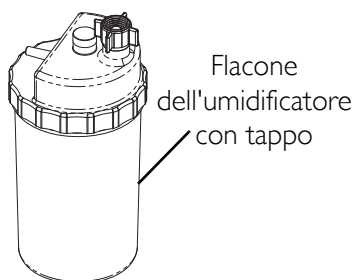
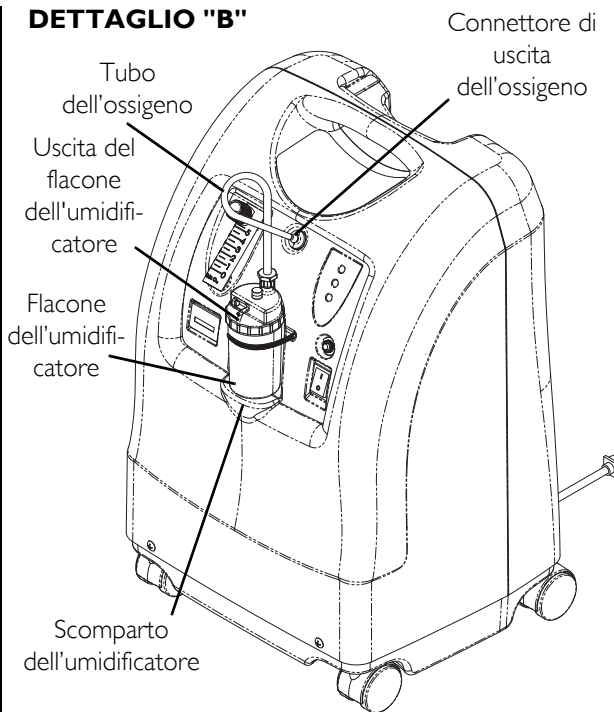

FIGURA 7.1 Riempimento dell'umidificatore
FIGURA 7.3 Scomparto dell'umidificatore
NOTA: Per questa procedura, fare riferimento a FIGURA 7.1 e FIGURA 7.2 a pagina 82 e a FIGURA 7.3 a pagina 83.
6. Applicare l'adattatore del flacone dell'umidificatore al flacone stesso ruotando in senso antiorario su di esso il dado ad alette fino a fissarlo saldamente. Vedere il Dettaglio "A" nella FIGURA 7.3.
7. Collocare il gruppo flacone dell'umidificatore/adattatore nello scomparto dell'umidificatore sul concentratore. Vedere il Dettaglio "B" nella FIGURA 7.3.
8. Collegare il tubo dell'ossigeno proveniente da gruppo flacone dell'umidificatore/adattatore al connettore di uscita dell'ossigeno sul concentratore. Vedere il Dettaglio "B" nella FIGURA 7.3.
9. Collegare la cannula/il tubo di erogazione al paziente all'uscita del flacone dell'umidificatore. Vedere il Dettaglio "B" nella FIGURA 7.3.